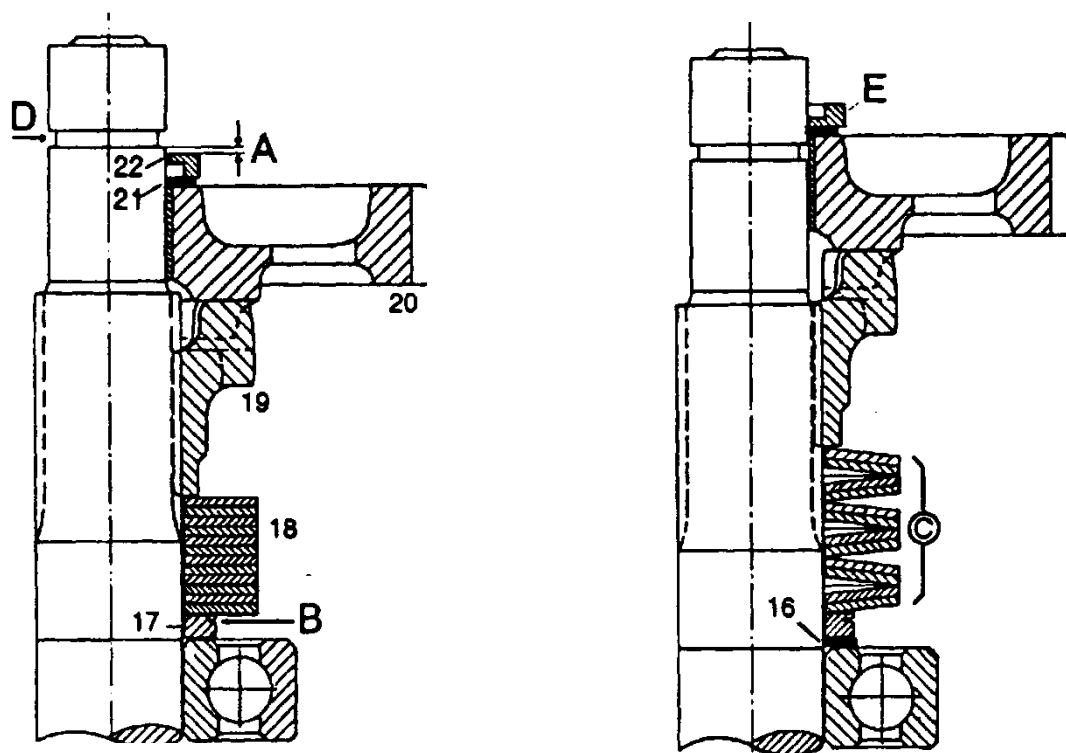

Рис. 61. Регулировка демпфера крутильных колебаний
5. Выполнить регулировку демпфера крутильных колебаний (рис. 61):